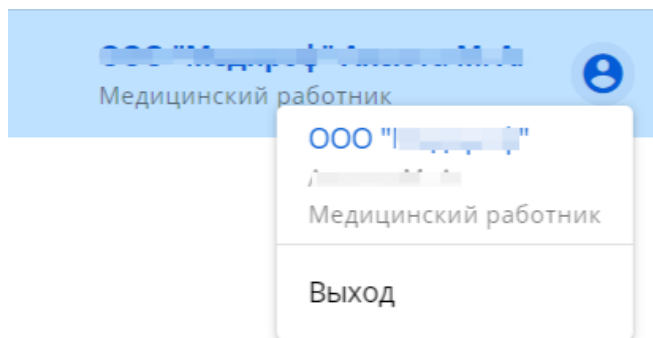

Рисунок 12
- 2) нажать кнопку «Выход» (см. рисунок 12) и выйти из системы;